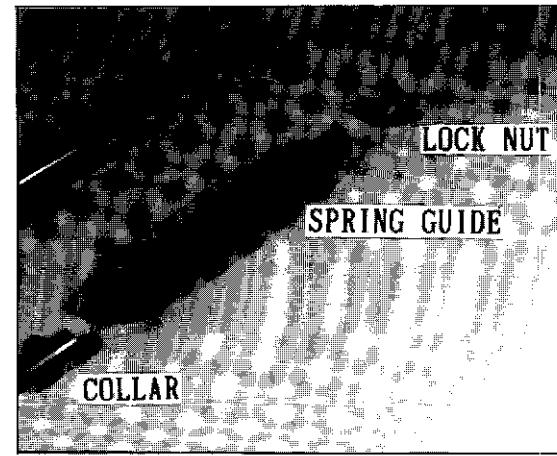

Fig. 4
7) Rimuovere dall'asta del pistone i seguenti particolari (Fig. 4):